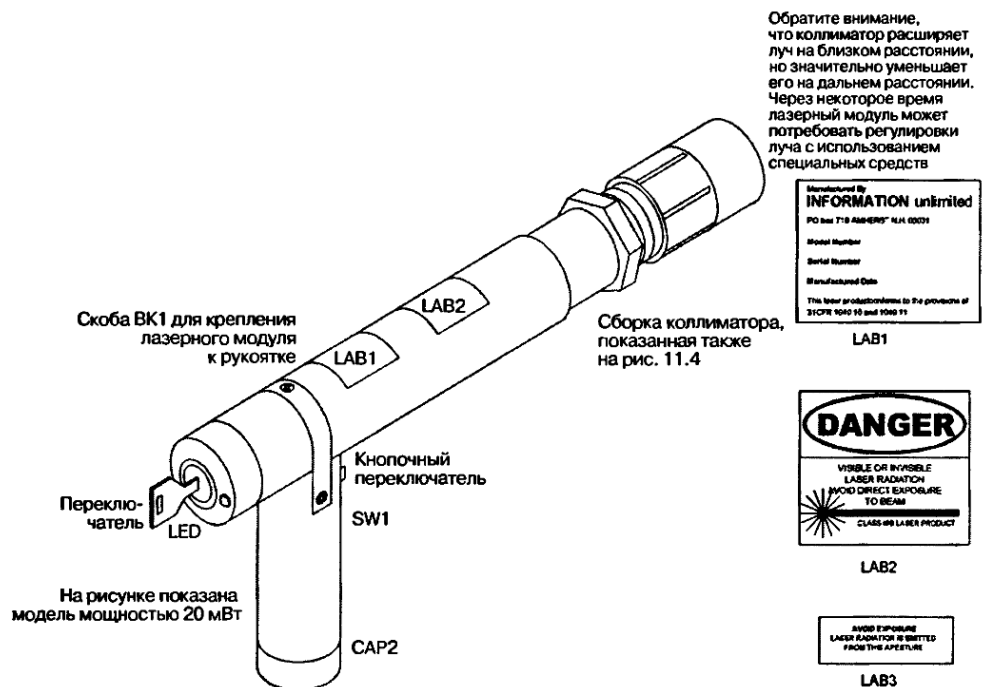

Рис. 11.6. Окончательный вид устройства с ярлыками
- Окончательно соберите и промаркируйте устройство, как показано на рис. 11.6. Обратите внимание на отверстие в корпусе около рукоятки для подвода внешних проводов. При желании вы можете увеличить длину проводов лазера.